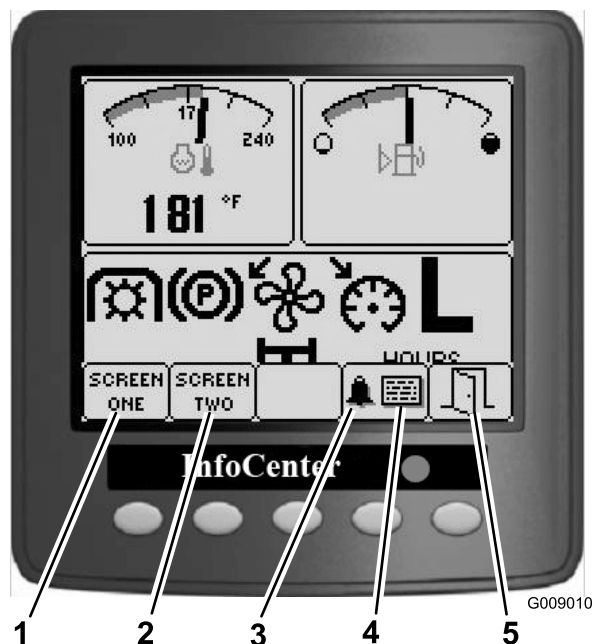

図 15
- ・ ボタンを押すことにより、スクリーン1またはスクリーン2の表示を見る、アラームを停止させる、異常の内容を見る、終了する、といった操作ができます(図 15)。